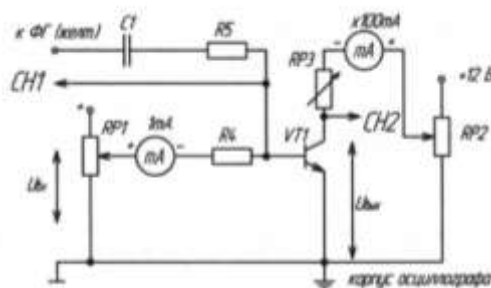

Рисунок 20
1. Собрать схему (рис. 20) для исследования усилительного каскада. Подключить канал CH1 осциллографа к входу усилителя, а канал CH2 к выходу усилителя. Включить временную развертку осциллографа. Включить функциональный генератор и установить синусоидальный сигнал частотой 50 Гц. Уменьшить сигнал до нуля регулятором амплитуды. Переключить входы CH1 на положение «вход замкнут». При токе $I_b=0$ установить с помощью потенциометра RP2 заданное значение E_k и далее не изменять его при всех экспериментах.